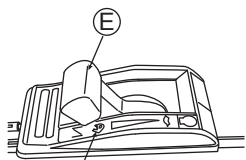

рис. 17
2. Установите рычаг газа (E) в положение «» для начала движения (См.Рис. 17).